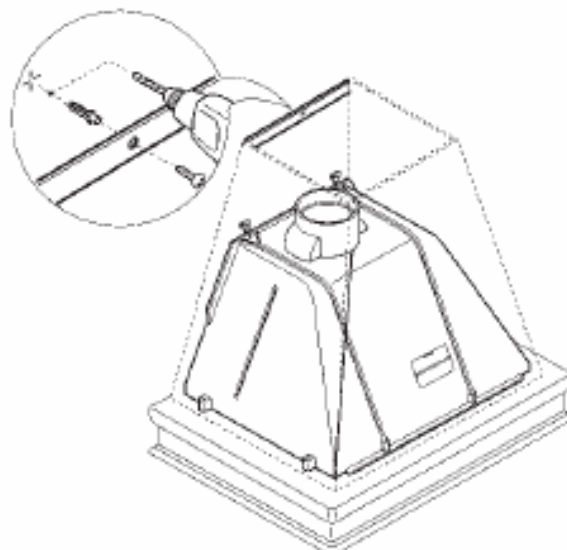

Рис. 4
- Так как под вытяжкой создается давление, то для того, чтобы избежать ее падения со стены, закрепите ее на стене с помощью еще одного дюбеля и соответствующего болта (рис. 4).